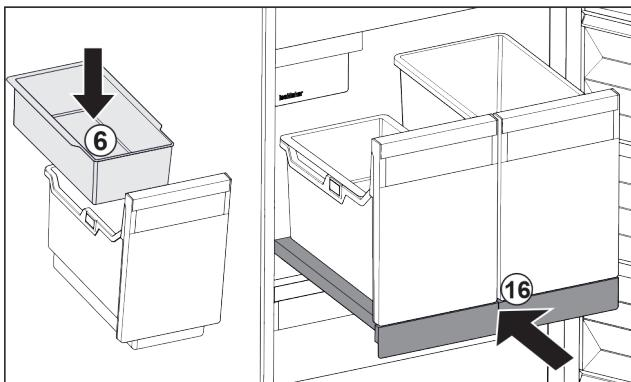

Fig. 25
- Umetnite ovjesnu posudu Fig. 25 (6) za kockice leda.
- Gurnite izvlačnu ploču sa spremnikom (IceTower). Fig. 25 (16)